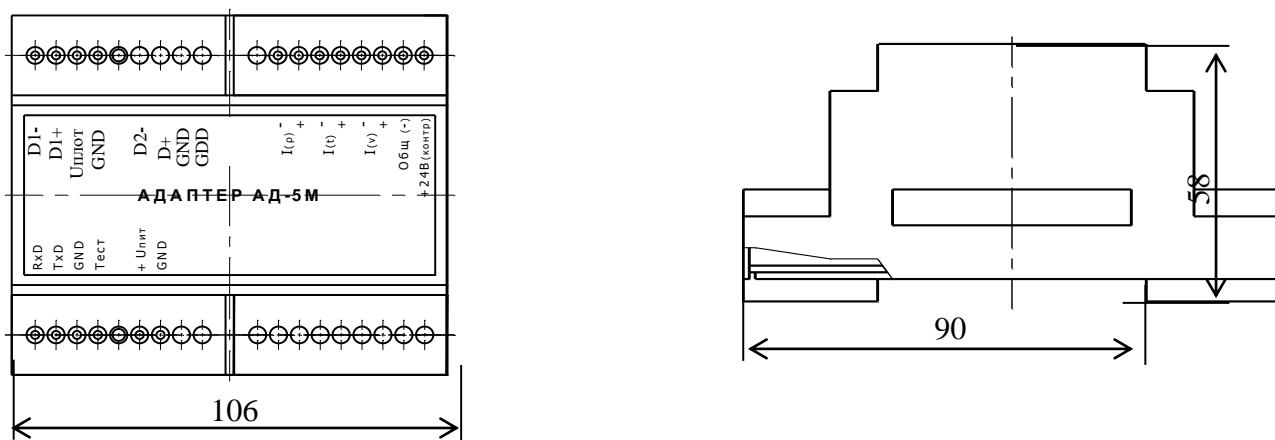

Рисунок 5
- убедиться, что гайка, стопорящая резьбовое соединение датчика и преобразователя на спиртомере, предохранена от отвинчивания проволокой и трубчатой пломбой (см. рисунок 5); проверить наличие и целостность оттиска клейма поверителя на пломбе;